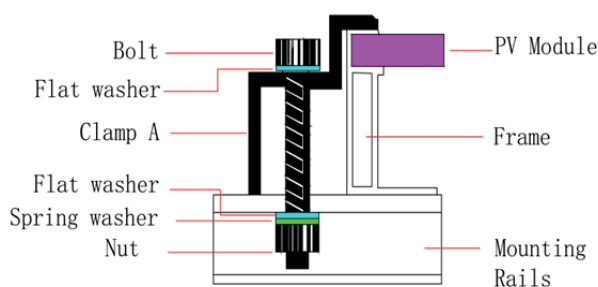

Figure 4
- Les colliers doivent être en alliage d'aluminium anodisé ou en acier inoxydable. Les détails de montage sont illustrés dans les *Figure 4* et *Figure 5* suivantes.